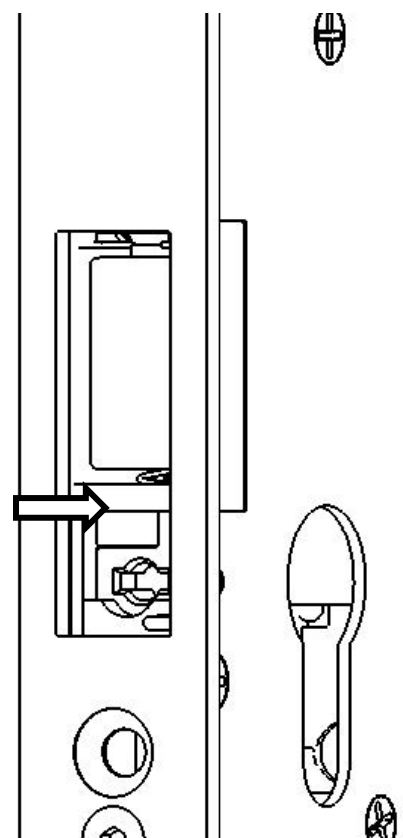

Bild 4.7 – GDL7m Kopplungstaste
- ▶ Bevor Sie den Batteriefachdeckel anbringen, muss der GDL7m mit dem Gantner-Leser gekoppelt werden, indem Sie die Kopplungstaste drücken (Bild 4.7). Siehe Kapitel "4.4. GDL7m mit einem Gantner Leser koppeln" für eine nähere Beschreibung dieses Vorgangs.